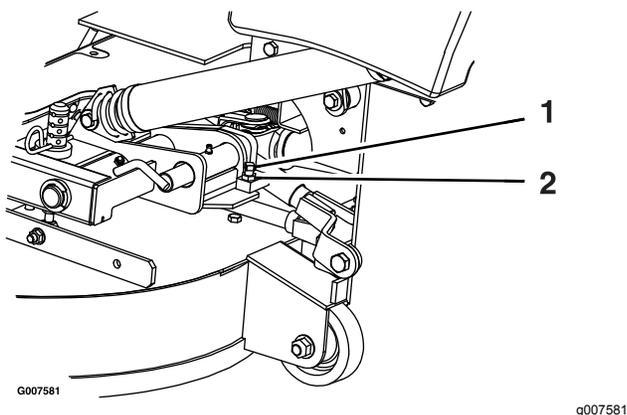

Figura 81
2. Desaperte a porca de retenção e rode o parafuso limitador no sentido dos ponteiros do relógio até que o pino de bloqueio fique apertado e não possa ser rodado à mão (Figura 81).